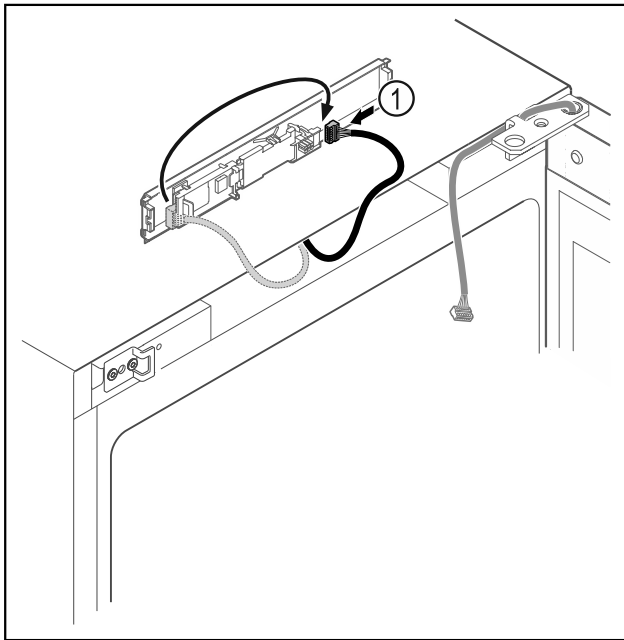

Fig. 21
- Stecker Fig. 21 (1) auf Platine umstecken.